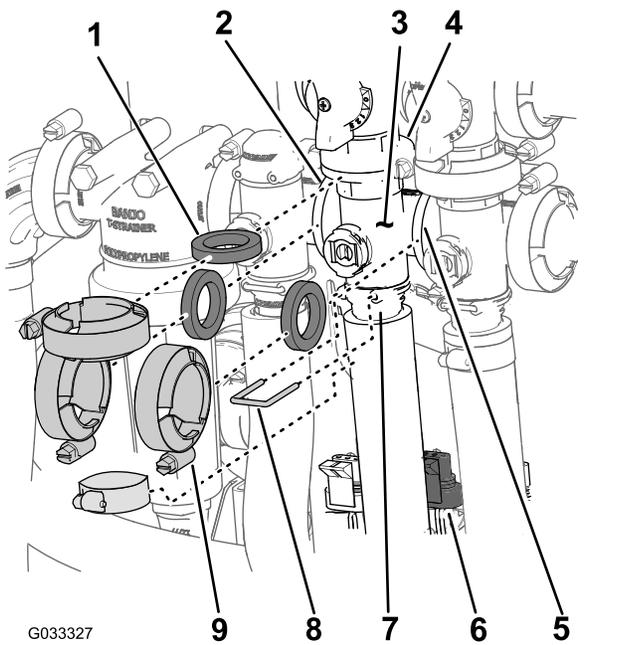

Figura 64
1. Retire as braçadeiras e as juntas que fixam o coletor para a válvula de agitação (Figura 64) à válvula de distribuição de agitação, válvula de controlo de aplicação, válvula mestre da rampa e união adaptadora (válvula do acelerador da agitação).
2. Retire o retentor que fixa a união exterior ao coletor da válvula de agitação (Figura 64).